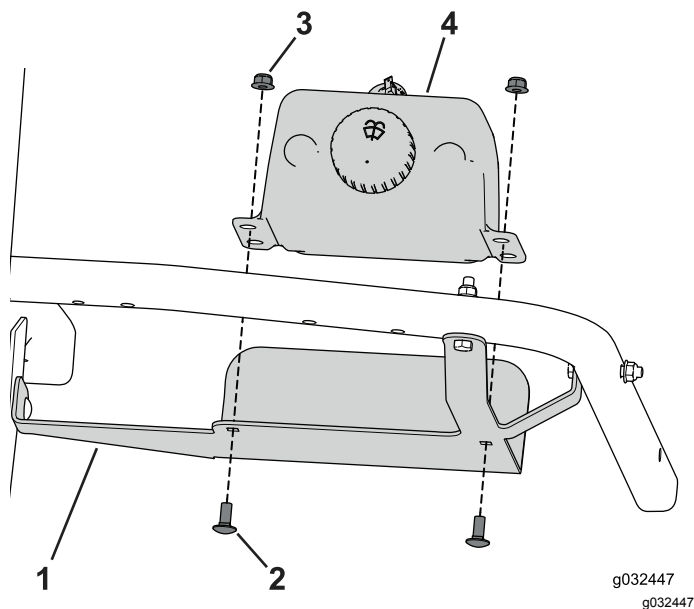

Bild 31
- Befestigen Sie den Behälter für die Scheibenwaschanlage mit den zwei Schlossschrauben (5/16" x 3/4") und Bundmutter an der Halterung (Bild 31).